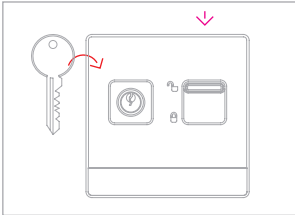

Fig. 1
- Fig. 1: Stecken Sie den Schlüssel ins Schloss und drücken sie den Hebel nach unten.